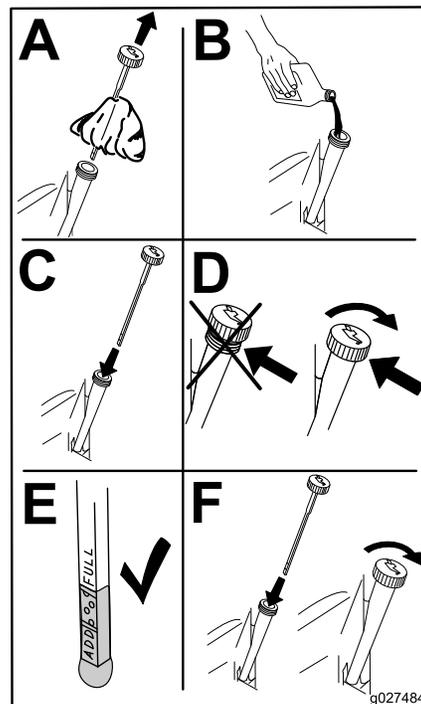

Figure 69
6. Versez lentement environ 80 % de l'huile spécifiée dans le tube de remplissage, puis faites l'appoint lentement jusqu'à ce que le niveau atteigne le repère maximum (Full) (Figure 69).